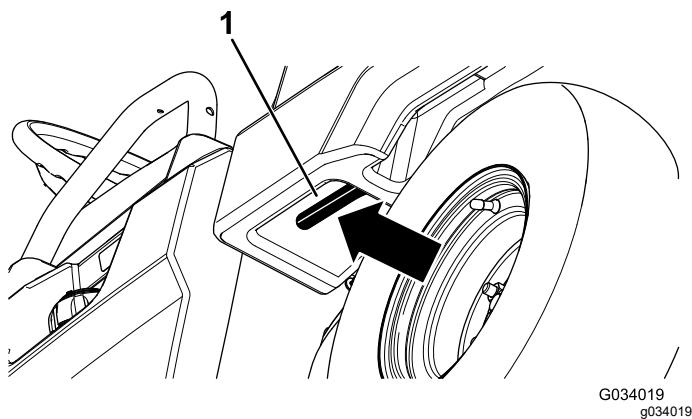

Figura 19
1. Tire hacia usted de la palanca a la izquierda, dentro de la plataforma de carga y eleve la plataforma hacia arriba (Figura 19).
1. Eleve la plataforma de carga un poco tirando hacia arriba de la palanca de enganche (Figura 19).